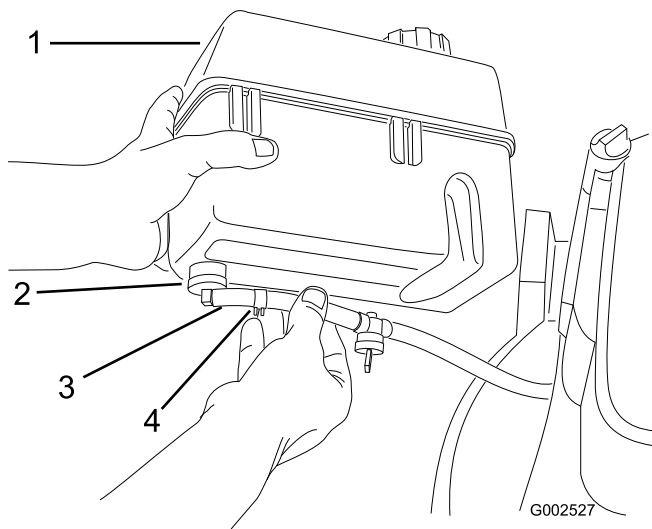

Figure 5
- Raccordez l'extrémité de la conduite d'alimentation au raccord coudé (Figure 5).
- Fixez la conduite en position à l'aide du collier (Figure 5).